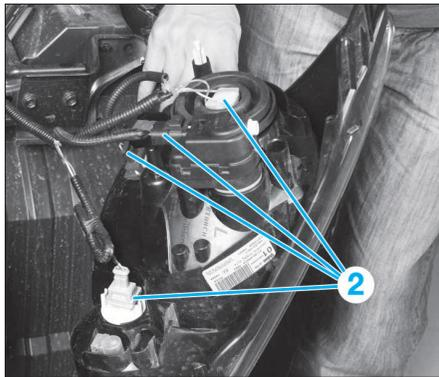

FIG. 8
- Déconnecter les prises d'alimentation (2) (Fig.8), puis déposer l'optique.